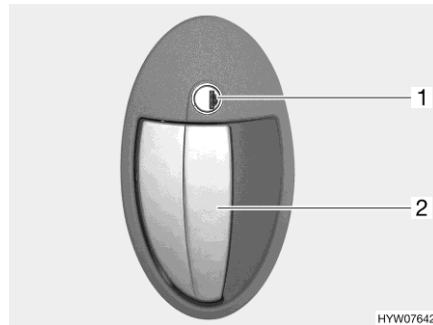

Bild 33 Dörrlås (ingångsdörr utsida)
- Stick in nyckeln i låscylindern (Bild 33,1) och vrid den medurs tills dörrlåset låses upp.
- Drag i dörrhandtaget (Bild 33,2). Dörren är öppen.
- Stick in nyckeln i låscylindern (Bild 33,1) och vrid den moturs tills dörrlåset har låsts.